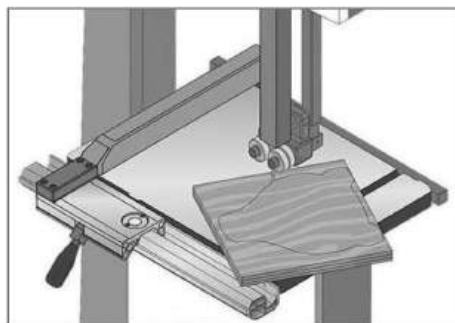

Рис. 47
- Сделайте рельефные надрезы перпендикулярно контуру предполагаемой формы в местах, где изменение направления лезвия может привести к деформации древесины или заклиниванию пильного полотна и произведите рез (рис. 47).